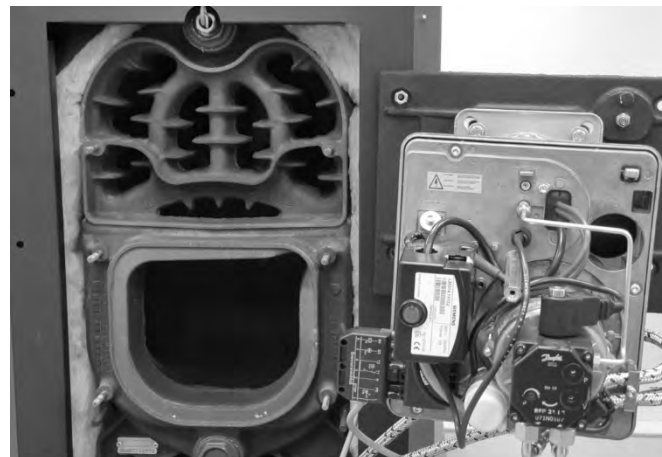

Abb. 86: Geöffneter Kessel mit Brenner in Serviceposition.
- ➔ Montieren Sie die untere Kesseltür mit Brenner gem. Abb. 86 in die Service-Position.